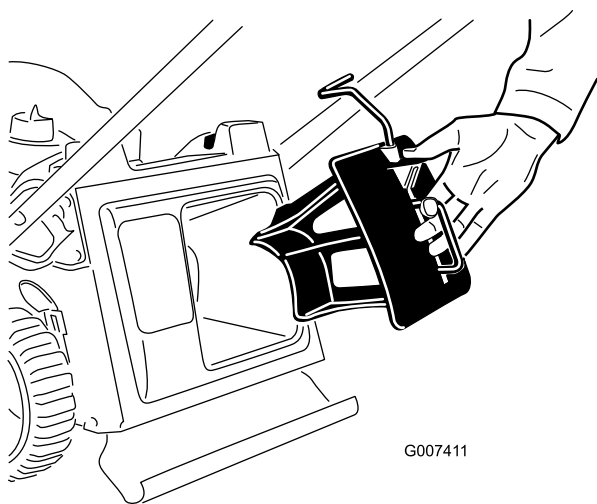

Рисунок 10
1. Если заглушка для мульчирования еще не установлена, вставьте ее в машину (Рисунок 10).